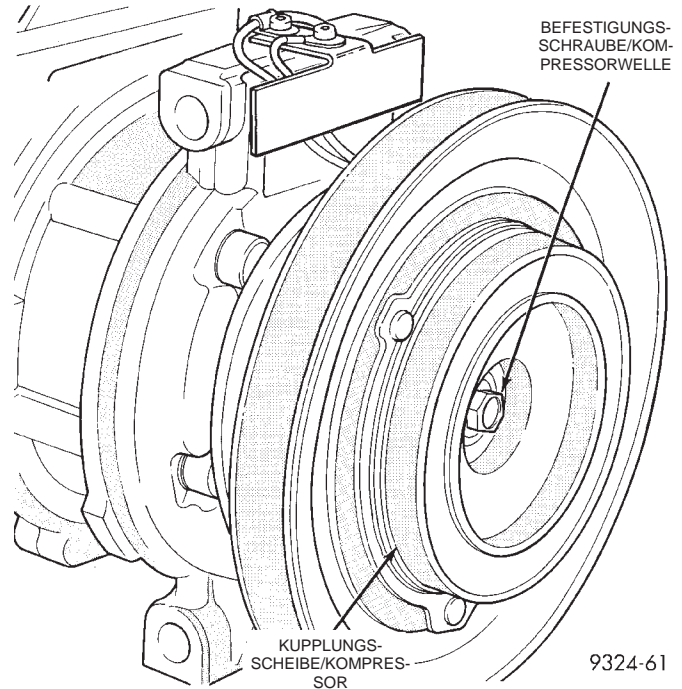

Abb. 17 Befestigungsschraube der Kompressorwelle und Kupplungsscheibe
(1) Befestigungsschraube der Kompressorwelle lösen (Abb. 17). Hierzu nach Bedarf die Kupplungsscheibe mit einem Ölfilterbandschlüssel festhalten.